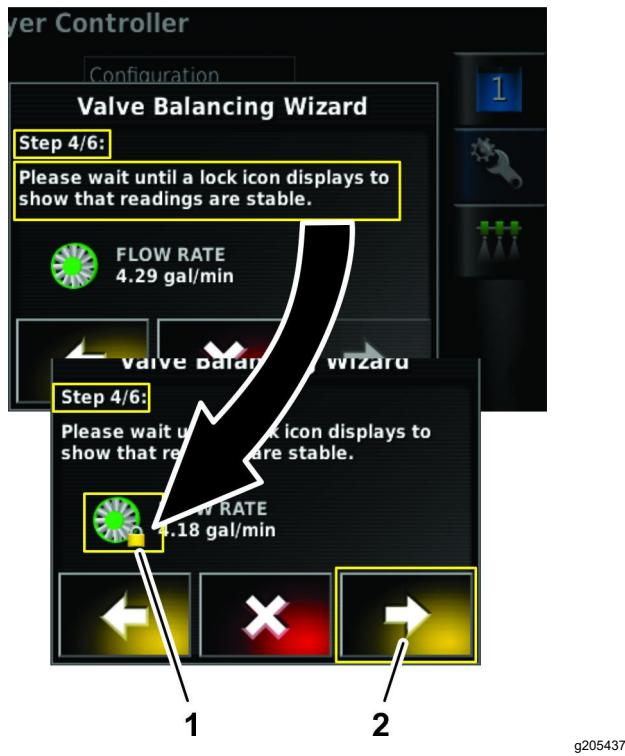

Figura 54
2. Nel passaggio 4 della procedura guidata di bilanciamento delle valvole, attendete la stabilizzazione della portata dell'impianto e la comparsa dell'icona di blocco nella finestra di dialogo (Figura 54).
3. Premete l'Icona Avanti (Figura 54).